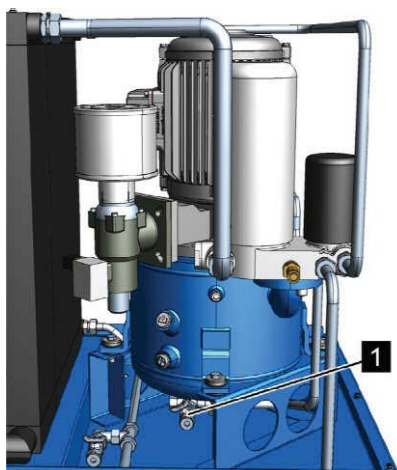

Рис. 36: Отверстие для слива охлаждающей жидкости
6. Откройте отверстие для слива охлаждающей жидкости (Рис. 36/1).
7. Закройте отверстие для слива охлаждающей жидкости (Рис. 36/1).